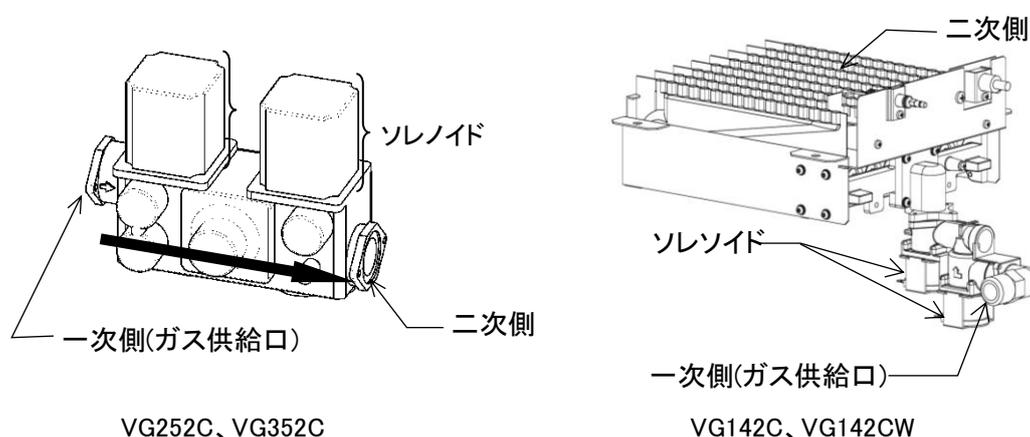

図 9-6
9.3.4 ガス電磁弁（図 9-6）
- ・ 炎が正常な状態であることを確認します。(図 9-6)